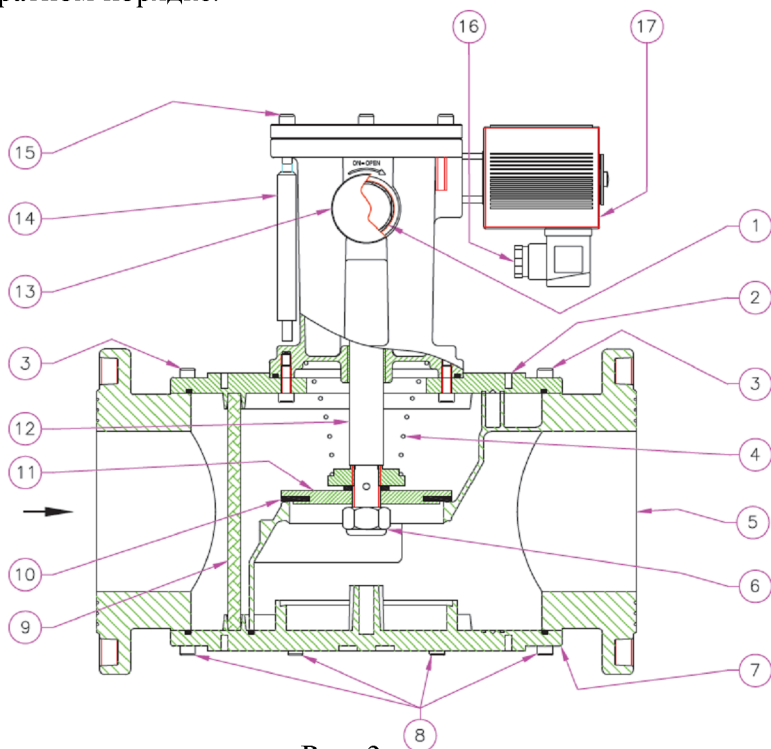
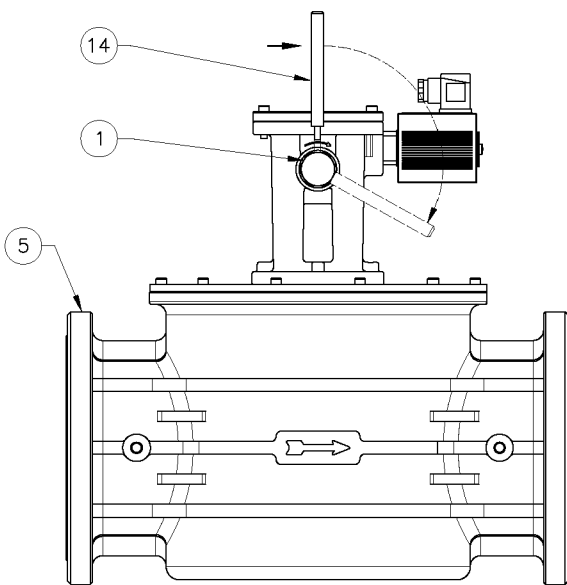

Рис. 3
Рис. 8
Для DN 65 ÷ DN 350 (Рис. 3) открутить фиксирующие винты 3 и снять крышку 2; проверить затвор 11 и, если это необходимо, заменить уплотнительное резиновое кольцо 10. Проверьте состояние фильтрующего элемента 9. При необходимости продуйте его воздухом или промойте в мыльном растворе. Затем собрать клапан в обратном порядке.
– для **DN 65 ÷ DN 150** (Рис. 3 и Рис. 8)